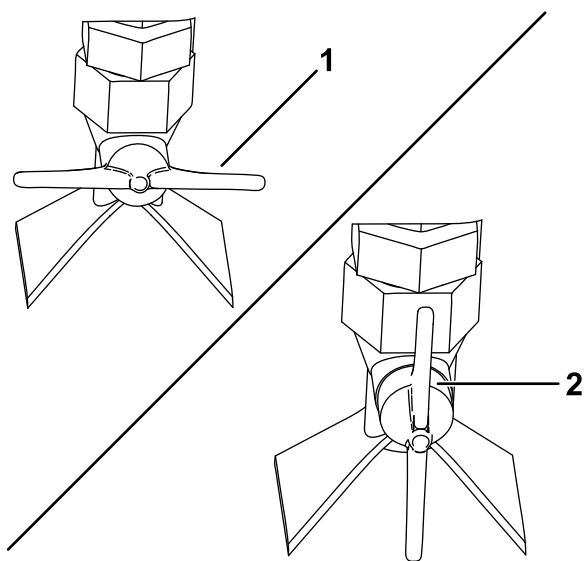

Рисунок 87
- Для получения струи в виде веера поверните клапан распылителя сбоку на сопле в горизонтальное положение (Рисунок 87).
- Для получения струи в виде потока поверните клапан распылителя сбоку на сопле в вертикальное положение (Рисунок 87).